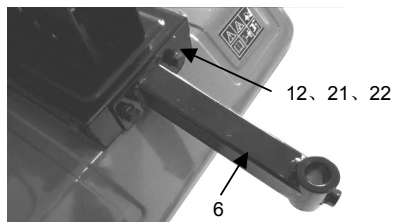

Figura 5
3. Fare riferimento alla figura 5 per installare il timone